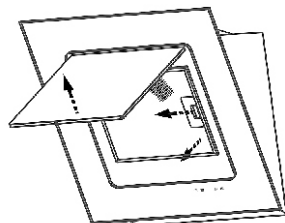

рис. 4
8.3 Для очистки алюминиевого фильтра извлеките его из вытяжки (рис.4). Произведите очистку фильтра с помощью щетки горячим водным раствором нейтрального моющего средства вручную или в посудомоечной машине (при 60°C). Сильно загрязненный фильтр не следует мыть в посудомоечной машине вместе с посудой. Старайтесь не сгибать фильтр при мойке. Возможное изменение цвета фильтра, с течением времени, не приводит к снижению эффективности его действия.
6.1.2 Перед установкой кухонной вытяжки снимите алюминиевый фильтр (рис. 4). Предварительно откройте стеклянную откидную панель:
- потяните за нижний край откидной панели, как показано на (рис. 4) и откройте ее;
Чтобы снять алюминиевый фильтр, нажмите на пружинный замок фильтра и потяните его на себя (рис. 4).